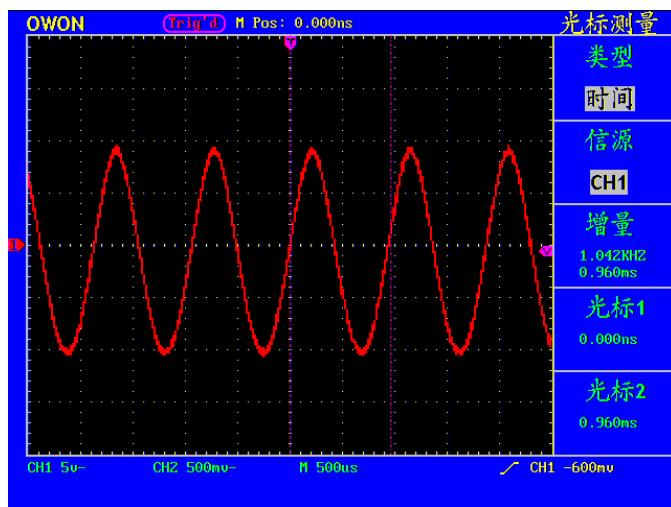

图53：时间光标测量波形
- 4、根据被测波形调整光标1、光标2的位置，增量窗口显示光标1和光标2之间的周期和频率。光标1窗口显示光标1当前的位置，光标2窗口显示光标2当前的位置。见图53：